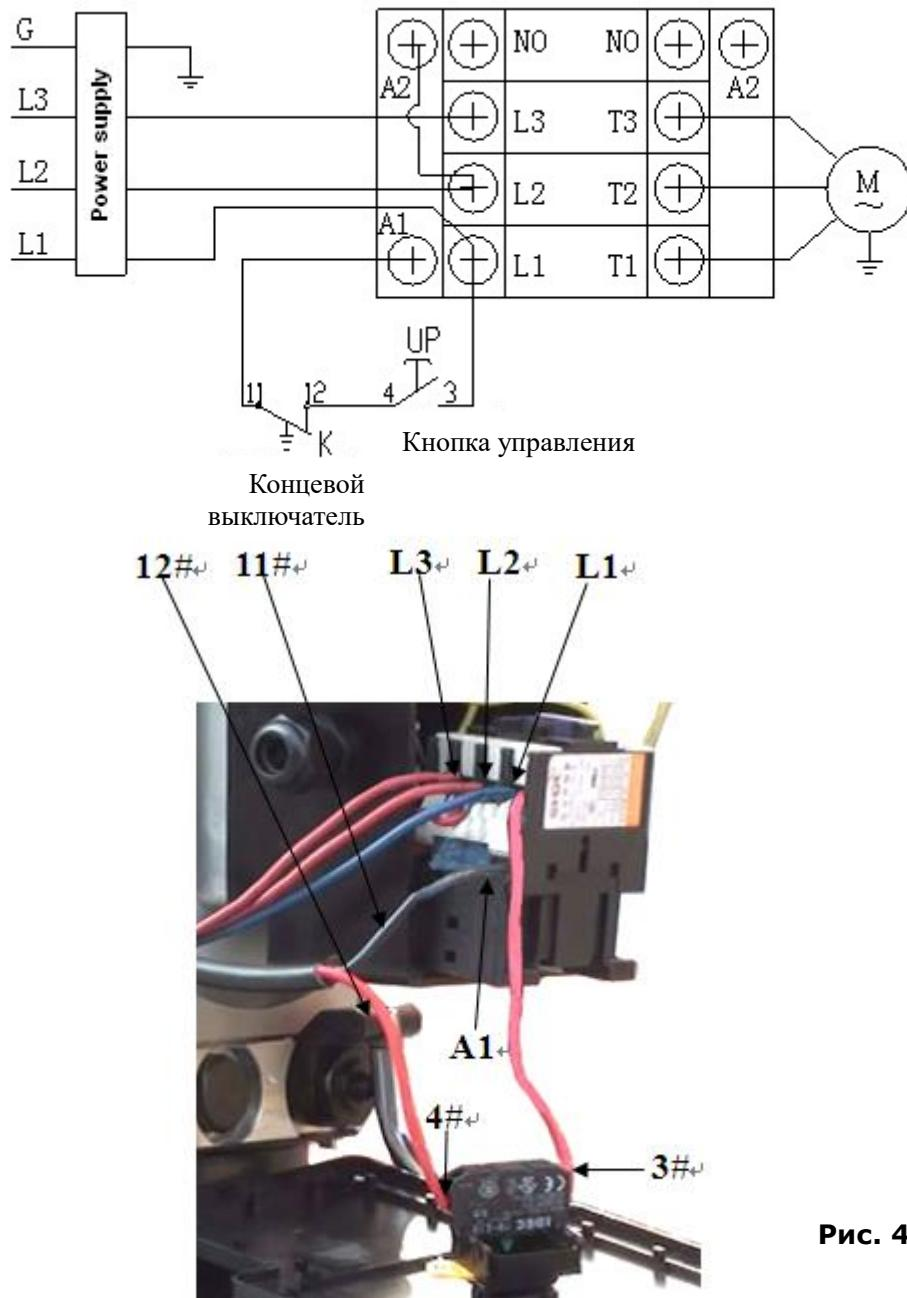

Рис. 41
2. Этап подключения (см. рис. 41)